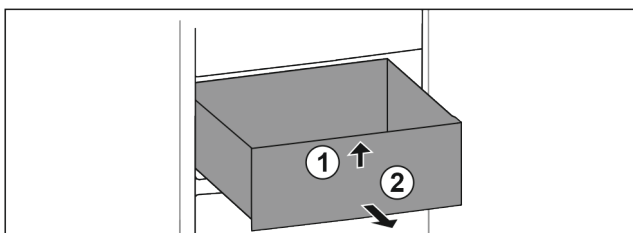

Fig. 64
- ▶ Schubfach vorne anheben. Fig. 64 (1)
- ▶ Schubfach nach vorne entnehmen. Fig. 64 (2)